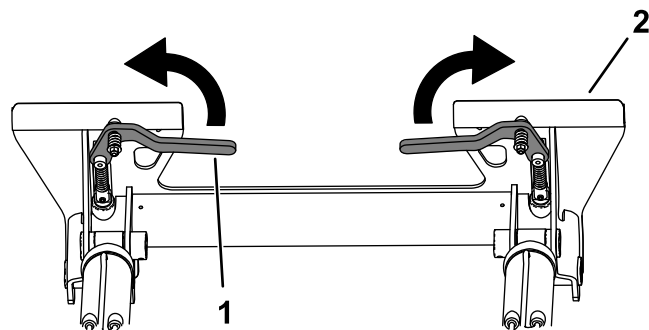

Рисунок 27
2. Поверните рычаги быстросъемного соединения наружу, чтобы поднять штифты быстросъемного соединения (Рисунок 27).